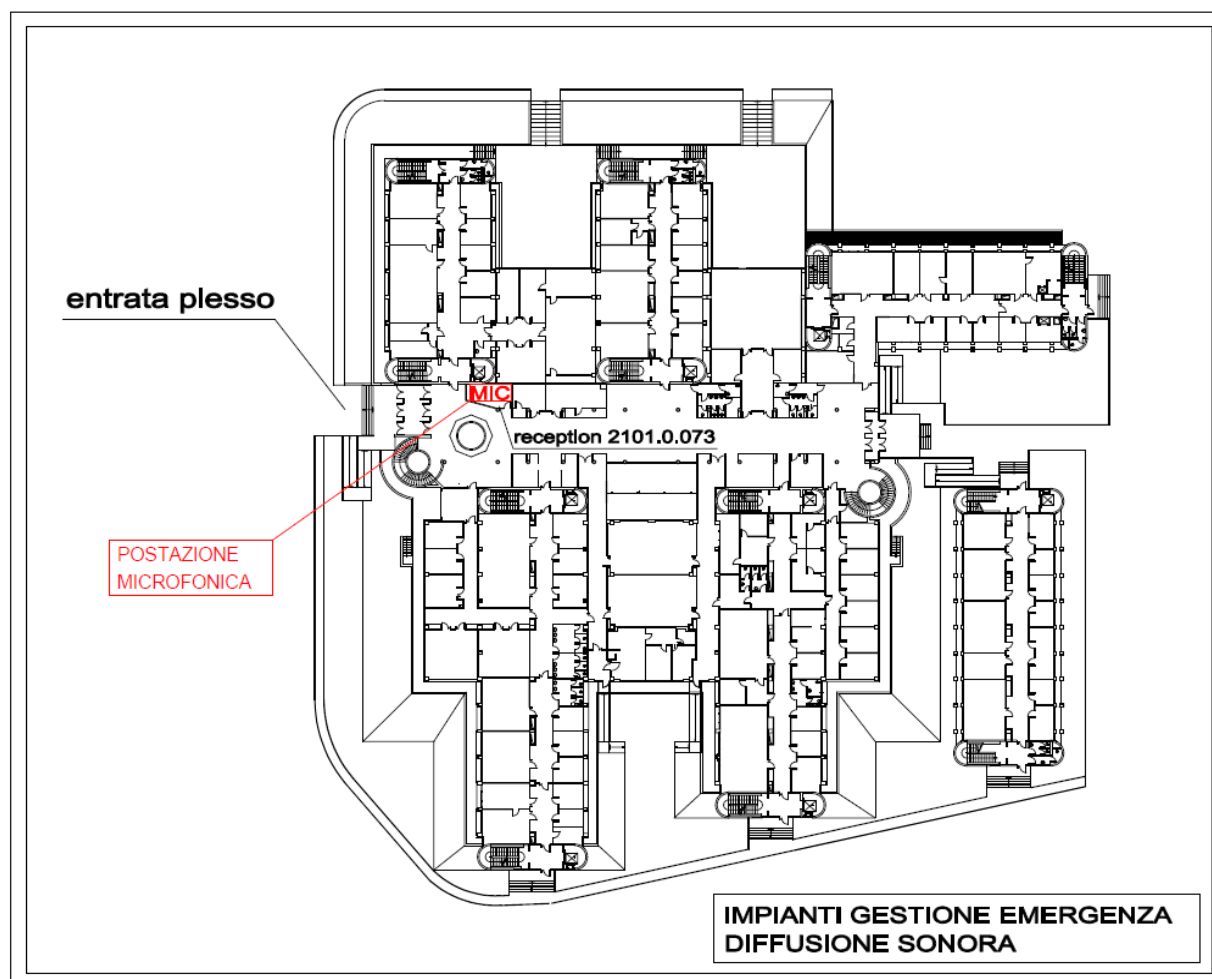
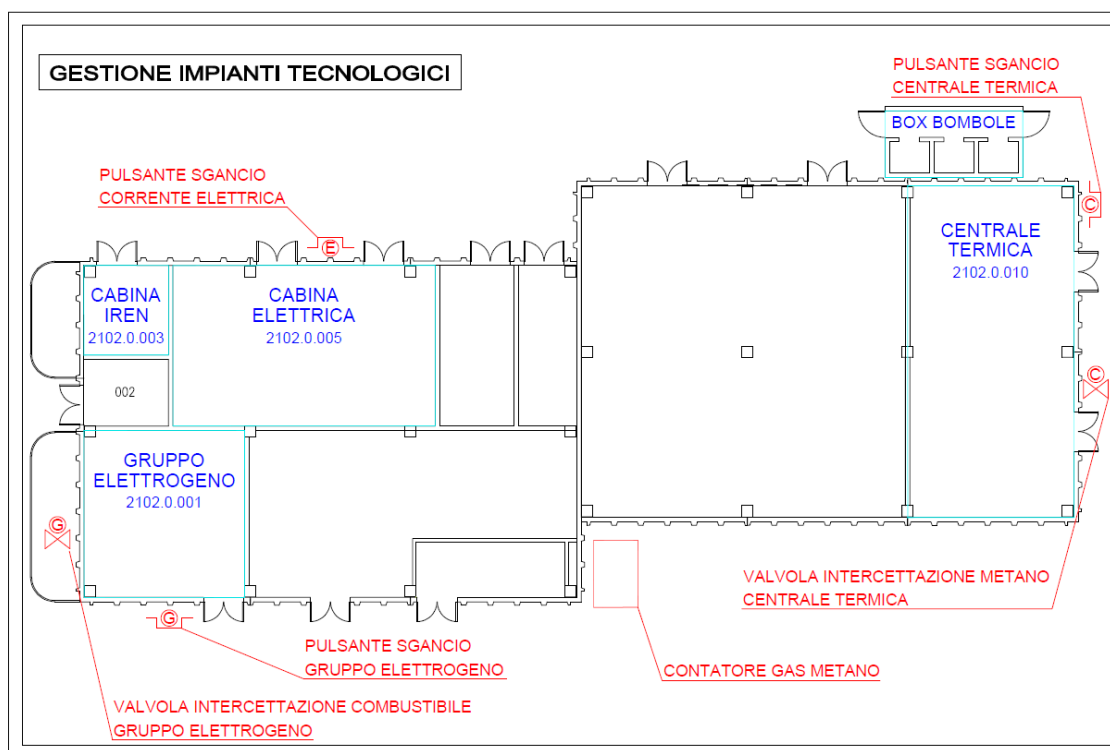

Figura 1.2 – Impianto diffusione sonora.
Figura 2 - Ubicazione impianti tecnologici.
Per la gestione dell'emergenza e dell'evacuazione è inoltre presente un impianto di diffusione sonora con altoparlanti la cui centrale di comando e postazione microfonica è collocata nella reception al piano rialzato (vedi p.to 3.3 – Figura 1.2).
La cabina elettrica del plesso si trova in un fabbricato esterno posizionato sul lato est del complesso. All'interno dell'edificio sono presenti i quadri di piano e di zona. In caso di emergenza e necessità occorre agire sul pulsante di **sgancio generale della corrente elettrica** posizionato all'esterno della cabina elettrica (vedi p.to 3.4 – Figura 2).
La centrale termica a servizio del plesso si trova in un fabbricato esterno con ingresso posizionato sul lato sud. In caso di emergenza e necessità occorre agire sul pulsante di **sgancio generale della centrale termica** posizionato all'esterno della cabina elettrica (vedi p.to 3.4 – Figura 2).
Il gruppo elettrogeno a servizio dell'edificio è posizionato nel fabbricato esterno con accesso sul lato ovest. In caso di emergenza e necessità occorre agire sul pulsante di **sgancio generale del gruppo elettrogeno** posizionato all'esterno del locale in prossimità dell'accesso (vedi p.to 3.4 – Figura 2).
Esternamente al fabbricato, in un box metallico, è presente il contatore del gas metano a servizio del plesso. Esternamente al box è presente la valvola di intercettazione da attivare in caso di emergenza (vedi p.to 3.4 – Figura 2).
All'interno dei laboratori sono utilizzati gas tecnici per le attività di ricerca e di esercitazione. Le bombole di erogazione dei gas sono posizionate in un box esterno situato sul lato ovest del fabbricato esterno. In caso di emergenza e necessità occorre agire sulle valvole di intercettazione presenti nei box esterni (vedi p.to 3.4 – Figura 2). Lungo i corridoi ai vari piani sono inoltre presenti le valvole di intercettazione dei gas suddivisi per zone o per singolo laboratorio (vedi ALLEGATO 2).
- valuta autonomamente l'opportunità di avviare il segnale di EVACUAZIONE della struttura (messaggio preregistrato) mediante la postazione microfonica presente in reception (vedi p.to 3.3 – Figura 1.2).
- conferma l'ordine di evacuazione dell'edificio (messaggio preregistrato) facendo attivare l'impianto tramite la postazione microfonica presente in reception (vedi p.to 3.3 – Figura 1.2);
- effettua la chiamata al **Numero Unico per le Emergenze (112)**; dopo il "pronto" dell'operatore, notifica la situazione d'emergenza indicando nell'ordine:
- se necessario si attiva per far disattivare gli impianti tecnologici e di servizio mettendo in sicurezza l'edificio (es. toglie corrente, chiude le valvole dei gas tecnici, ecc. – vedi p.to 3.4 – Figura 2);